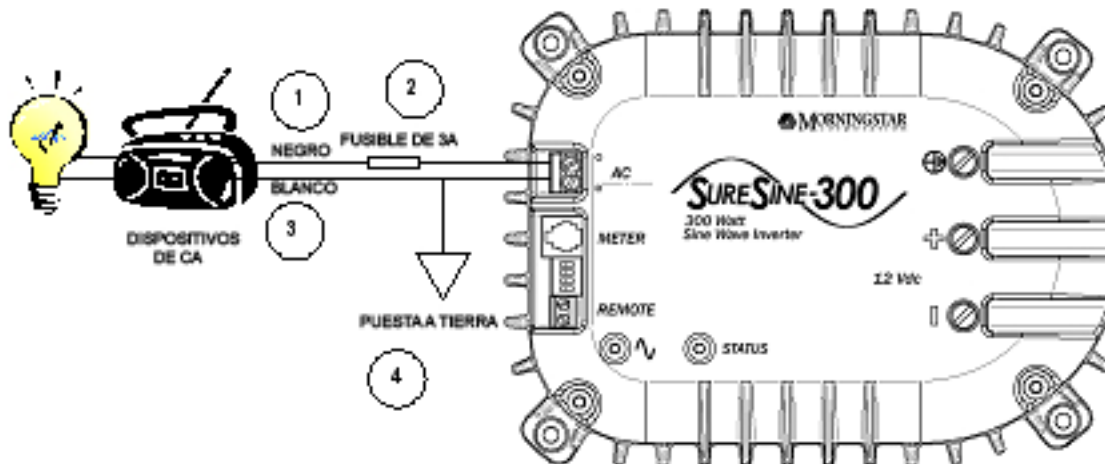

Figura 3 Diagrama de cableado de CA
Los cables de energía de CA no están incluidos. Use el cable apropiado para cada conexión de CA, según se muestra en a figura 3.
1. Conecte un cable negro de línea listado en UL de 12AWG (4 mm²) a las cargas de CA o al panel de distribución según se muestra en la figura 3.
2. Inserte un fusible de 3A en línea en el cable de línea de CA según se muestra en la figura 3.